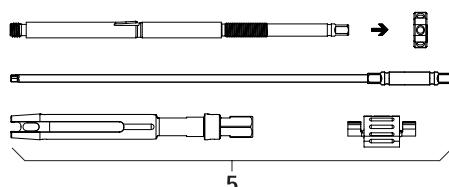

Fig. 3
- Demontera repositionsspak perkutan 5, se Fig. 3. Demontera komplett och skruva av spännsmuttern.